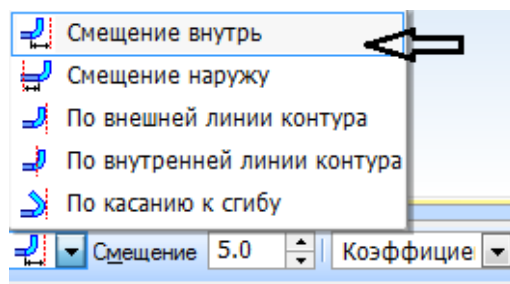

Рисунок 49.
4. Открываем список «Смещение» и указываем «Смещение внутрь» - **5мм** (рисунок 49).